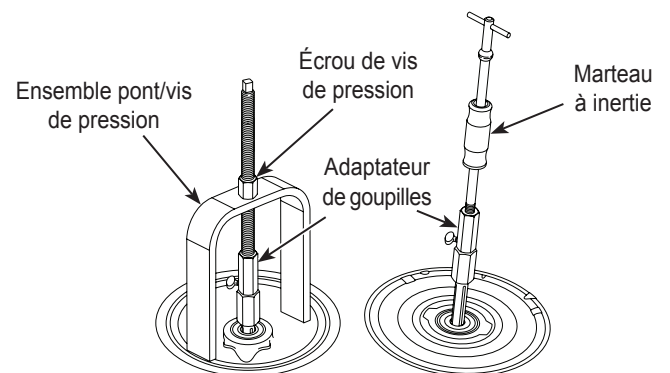

Figure 2
5. Filetez et serrez l'extrémité de l'ensemble pont/vis de pression ou le marteau à inertie sur le dessus de l'adaptateur de goupilles. Voir Figure 2. *Remarque : l'adaptateur de goupilles est compatible avec les marteaux à inertie 1/2 po et 5/8 po.*